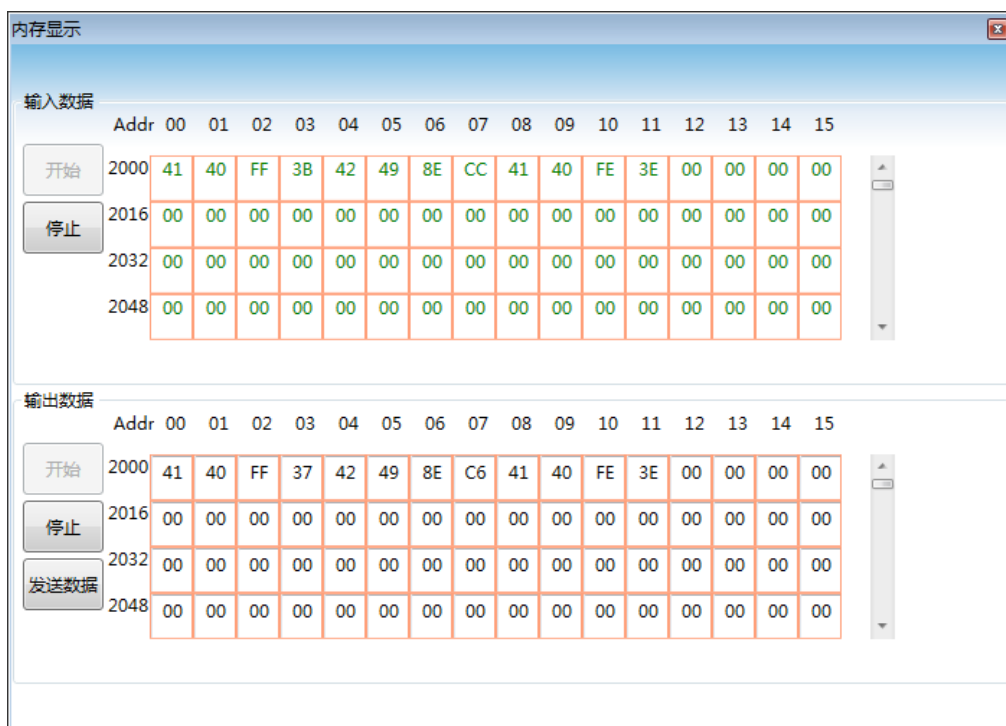

图 24 内存显示界面
- (2) 用串口线(或 485/422 转串口线)连接网关的 RS232 (或 RS485/RS422) 接口和电脑的串口，最后给网关上电，此时网关运行于调试模式。
- (3) 启动配置软件，G1003 上线后，点击工具栏上的内存显示图标，打开内存显示界面，如图 24 所示：
如图 24 所示，输入输出数据都以表格的形式显示了每一个内存单元当前的值。当要修改输出数据时，先点击按钮“停止”，再修改相应数据，最后点击按钮“发送数据”即可。